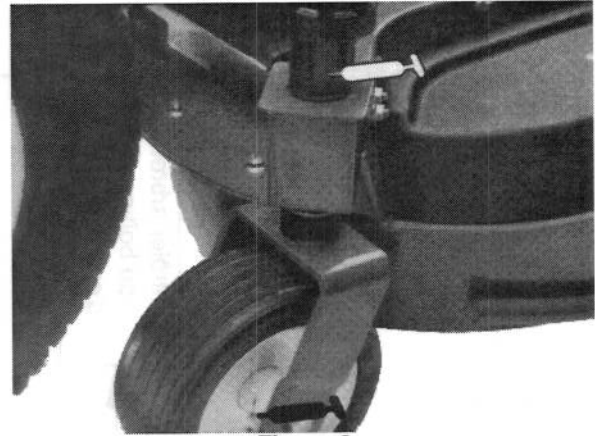
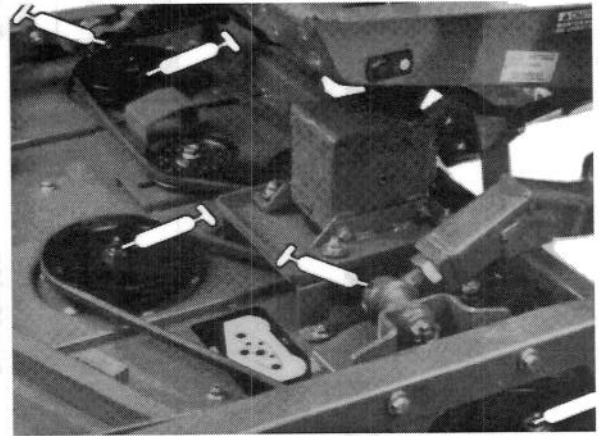

Figure 6
Figure 7
1. Les roulements et les manchons suivants de l'unité de coupe doivent être graissés: manchons de l'axe de pivot avant (Fig. 5); axe de pivot arrière (déposer l'axe du bras pivotant et enduire l'axe hex. de graisse toutes les 50 heures) (Fig. 6); roulements des roues pivotantes (Fig. 5 & 6); roulements des axes de lames (Fig. 7) et articulations à rotule droite et gauche (Fig. 7).